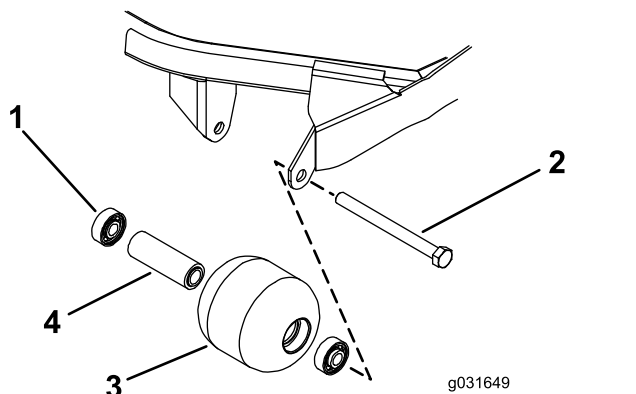

图 71
1. 卸下滚筒安装螺栓图 71。
4. 检查滚筒壳体、轴承以及轴承隔块是否受损 (图 71)。
1. 仅按住外圈或同时按住内、外圈将第一个轴承按入滚筒壳体图 71。
2. 插入隔片图 71。
3. 仅按住外圈或同时按住内、外圈将第二个轴承按入滚筒壳体直至其触及隔块图 71。